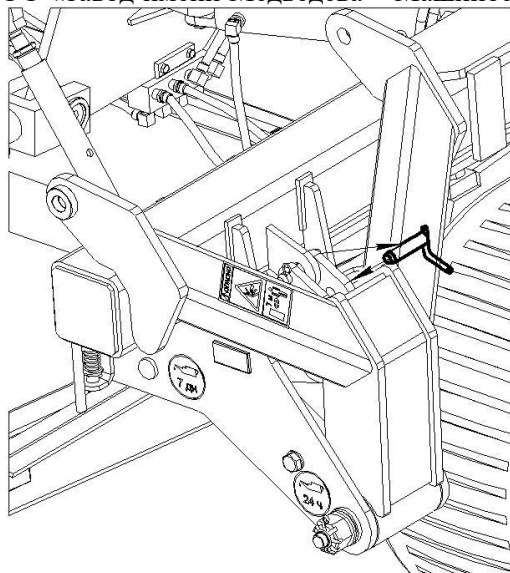

Рисунок 3 –
- снять пальцы, фиксирующие навески, и установить их в отверстия для сохранности (рис. 3);
- зафиксировать навески пальцами (рисунок 3);